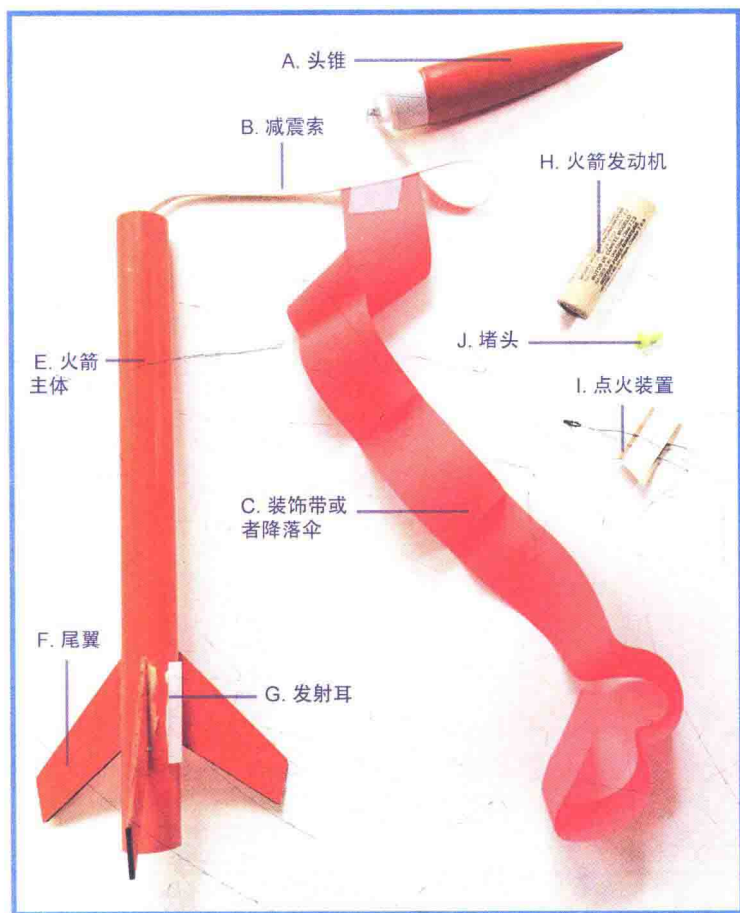

图 5.3 虽然模型火箭常常很小，但是仍然有许多零件
我们将剖析典型的模型火箭，如图 5.3 所示。
- B. **减震索**——这仅仅是一条连接装饰带 / 降落伞、头锥和火箭主体的绳索（图 5.3 中是一条橡皮筋）。
- D. **填塞物**——防火填塞物可以保护降落伞，避免被二级推进剂点燃（图 5.3 中没有展示）。